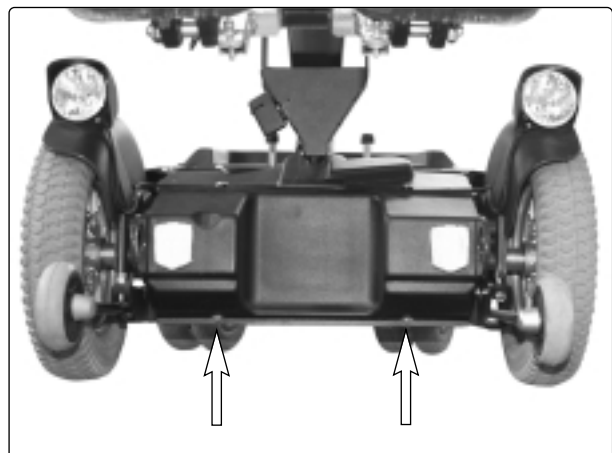

Abb. 8. Die Frontabdeckung ist mit zwei Schrauben an der Vorderkante befestigt.
5. Nehmen Sie zuletzt die Frontabdeckung ab. Sie ist mit zwei Schrauben an der Vorderkante befestigt, siehe Abb. 8.